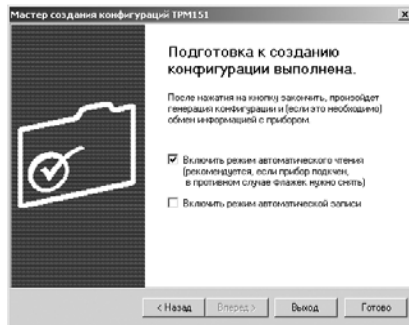

Рис. 28
5. Нажмите клавишу [Вперед>]. Открывается окно, завершающее подготовку к созданию Конфигурации (рис. 28). Если прибор подключен, установите флажки «Включить режим автоматического чтения» и/или «Режим автоматической записи» (см. п. 10.7.5, 10.7.8).